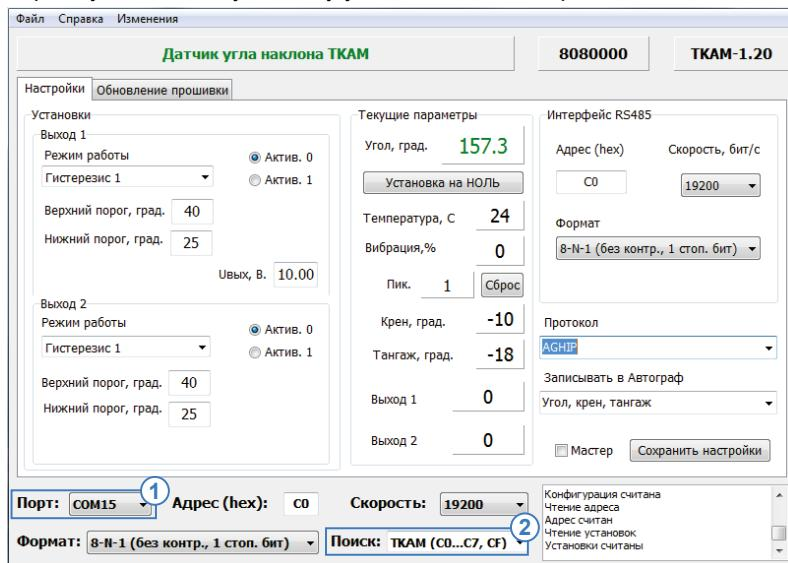

Рис.4. Поиск по адресам датчиков угла «TKAM».
- в программе «AGPConf» выберите СОМ-порт к которому подключен датчик (Рис.4, п.1). Посмотреть порт устройства можно в Диспетчере устройств системы;
- выберите диапазон адресов датчиков угла «TKAM» – **TKAM (C0...C7, CF)** (Рис.4, п.2);